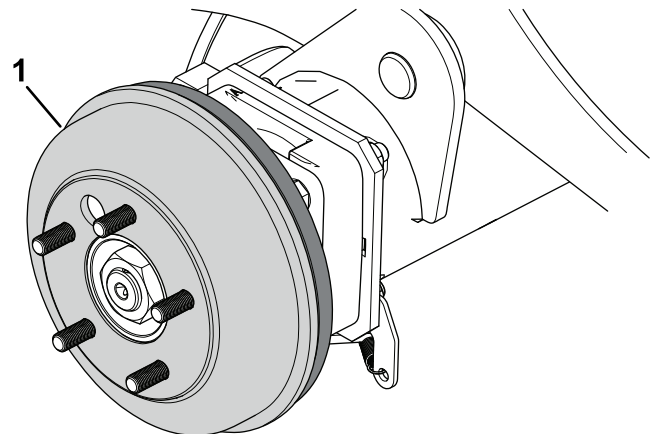

Figure 76
4. Déposez les tambours de frein (Figure 76) à la main.